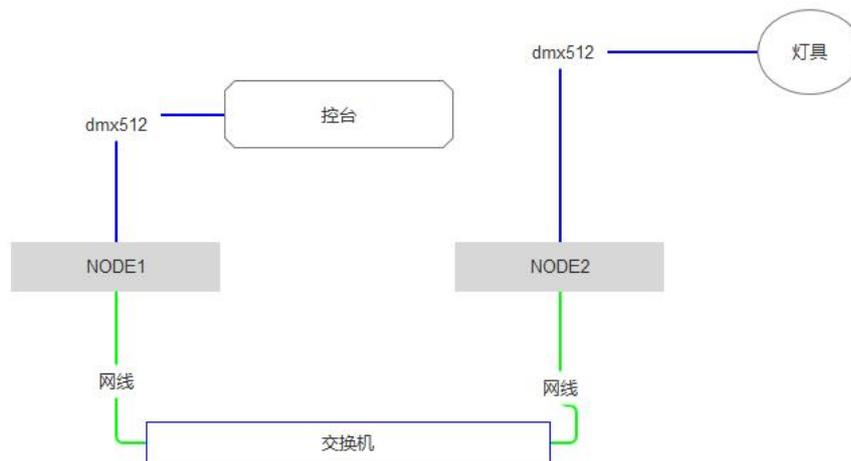

图 4.4-1
- 当控台没有网络信号时，可以通过图 4.4-1 的连接方式，通过 NODE1 将控台的信号转换成网络信号。